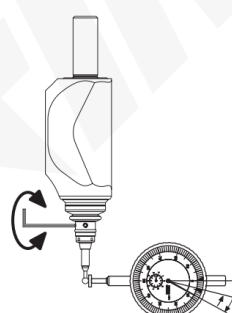

Fig. 5
- Tournez la broche avec le testeur 3D de 180° supplémentaires, et le cadran indique désormais l'écart de l'axe Y (comme indiqué sur la figure 5, la lecture de l'indicateur est de 0).
- Tournez la broche avec le testeur 3D de 180° supplémentaires. Le cadran indique désormais l'écart de l'axe Y. (comme le montre la figure 5, la lecture de l'indicateur est de 0,08 mm)